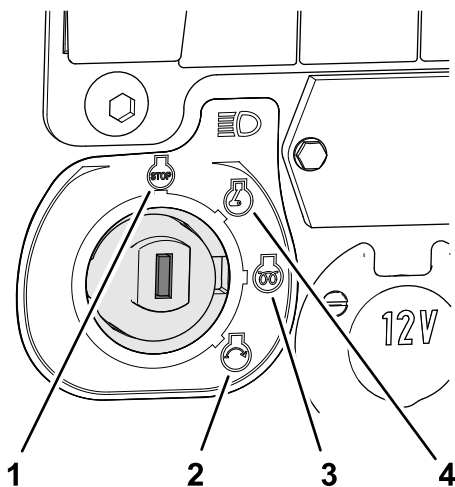

Figura 33
2. Gire la llave de contacto a la posición de MARCHA (Figura 33).